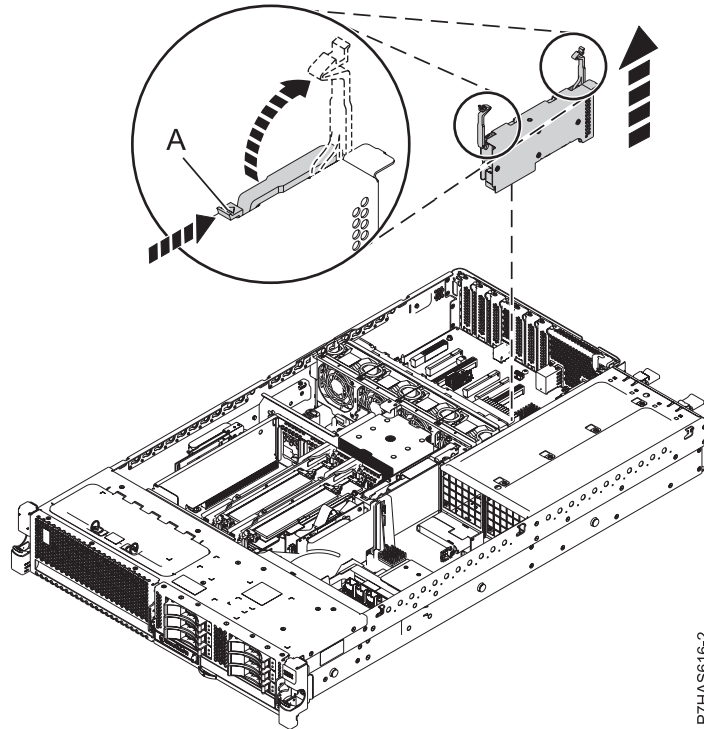

Abbildung 5. Adapterausbau aus einem System
12. Bauen Sie das vorhandene GX-Adaptergehäuse (Feature-Code (FC) EJ0H, GX++-LP-PCIe2-x8-Adapter mit einem Anschluss) aus (siehe Abb. 5 auf Seite 8). Führen Sie die folgenden Schritte aus, um den Adapter auszubauen:
- a. Entriegeln Sie die Verriegelungen (A) am Adapter.